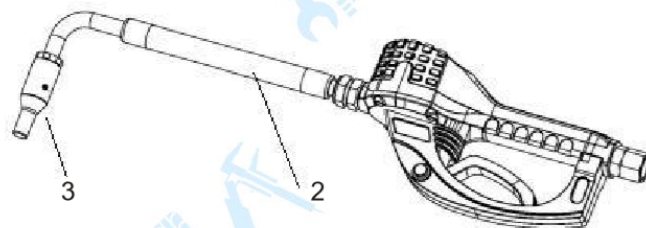

РИС. 3
1. Вкрутите фитинг удлинительной трубки (2) в отверстие пистолета (Рис. 3). Не используйте поворотный/запирающийся или запираемый вручную носик. Вы должны использовать автоматический носик на пистолете или пистолет будет поврежден.